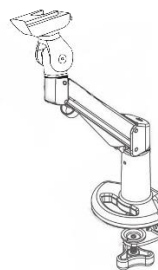

Abbildung 5 - Geräthalter
2. **Gerätehalterung** (Abbildung 5): Jedes Gerät wird mit einer Gerätehalterung geliefert. Diese Komponente ermöglicht es, das Gerät während der Messungen abzustützen. Seine Konstruktion ermöglicht es dem Benutzer, die Höhe und den Winkel des Geräts einzustellen, um den Test mit dem Patienten in der richtigen Position durchzuführen.